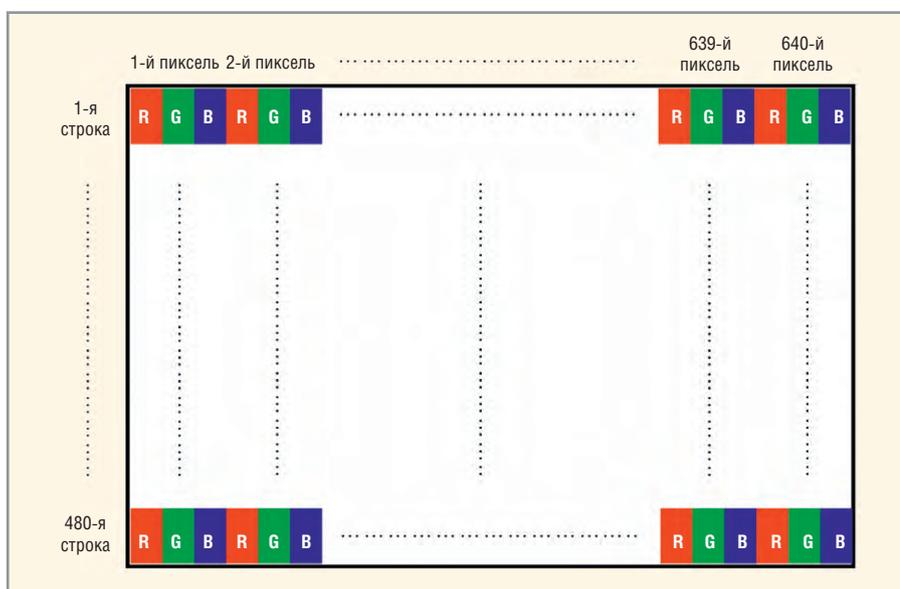

Рис. 2. Расположение пикселей в матрице с вертикальным расположением цепочек
- цветовая матрица RGB с вертикальным расположением цепочек (Vertical Stripe, см. рис. 2);